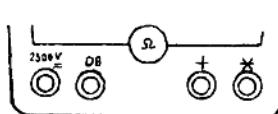

图 1-16 万用表表笔插孔
(1) 插好表笔:一般测量,红色表笔应接到红色(或标有“+”号)插孔上,黑色表笔应接到黑色(或标有“-”号)插孔上。有些万用表有专用的高压插孔(2500V)、大电流插孔(10A),测量这些特殊项目时,黑色表笔不动,红色表笔应插入相应插孔中(图1-16)。